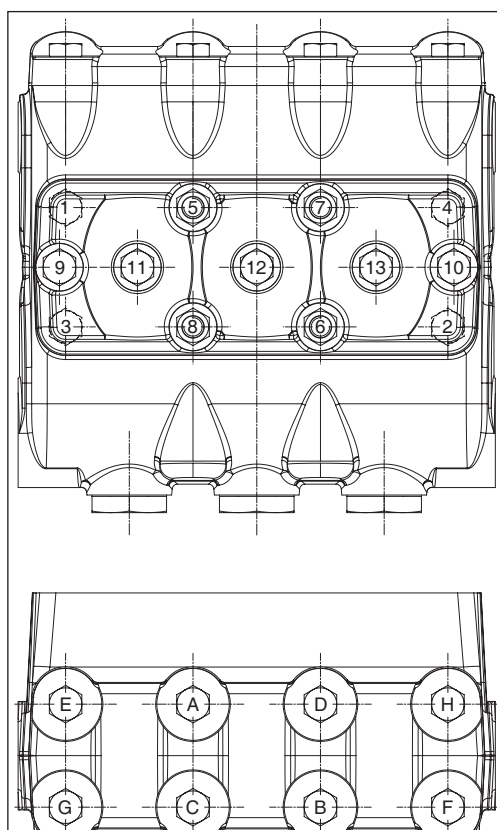

Fig. 141
** Le viti e i dadi di fissaggio testata e coperchi devono essere serrati con chiave dinamometrica lubrificando il gambo filettato e rispettando l'ordine riportato nello schema di Fig. 141.